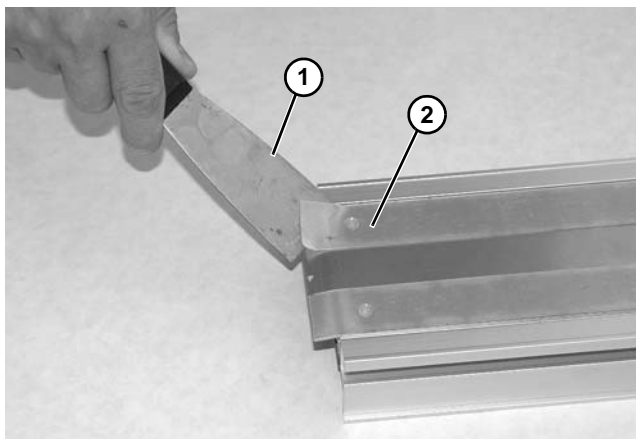

Figura 73
2. Con una espátula (**Figura 73, artículo 1**), empiece elevando el borde de la tira de desgaste (**Figura 73, artículo 2**).